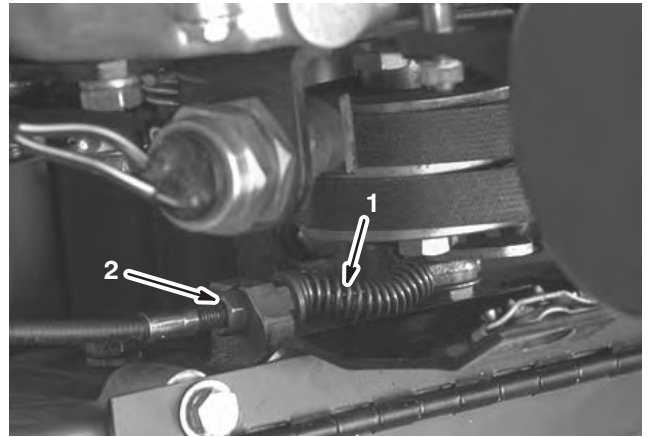

Bild 43
2. Lösen Sie den Halter, mit dem die Haupttreibriemenabdeckung befestigt ist. Drehen Sie die Abdeckung, um sie zu öffnen (Bild 43).
3. Wenn Sie die Zugspannung erhöhen möchten, lösen Sie die Klemmmutter des vorderen Zugs und ziehen Sie die Klemmmutter des hinteren Zugs an (Bild 43), bis eine Kraft von 1,5 bis 2,3 kg benötigt wird, um die Bremse zu aktivieren. Messen Sie die Kraft am Handrad. Stellen Sie sie nicht so fest ein, dass das Bremsband schleift.